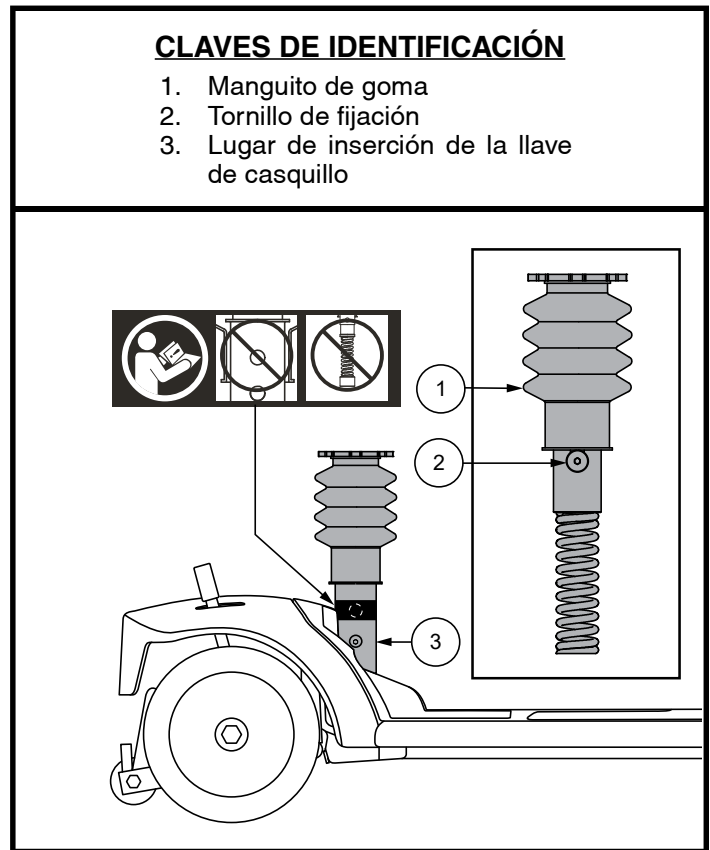

Figura 14. Ajuste de la suspensión del asiento
2. Retire la tija superior del asiento del vehículo quitando el perno con tope de la parte inferior de la tija del asiento y luego levantando la tija hacia arriba y sacándola del vehículo. Ver figura 14.
NOTA: No instale la tija del sillín en el orificio superior con el sillín con suspensión. Vea la figura 14. Si lo hace, la tija del sillín con suspensión dejará de funcionar.